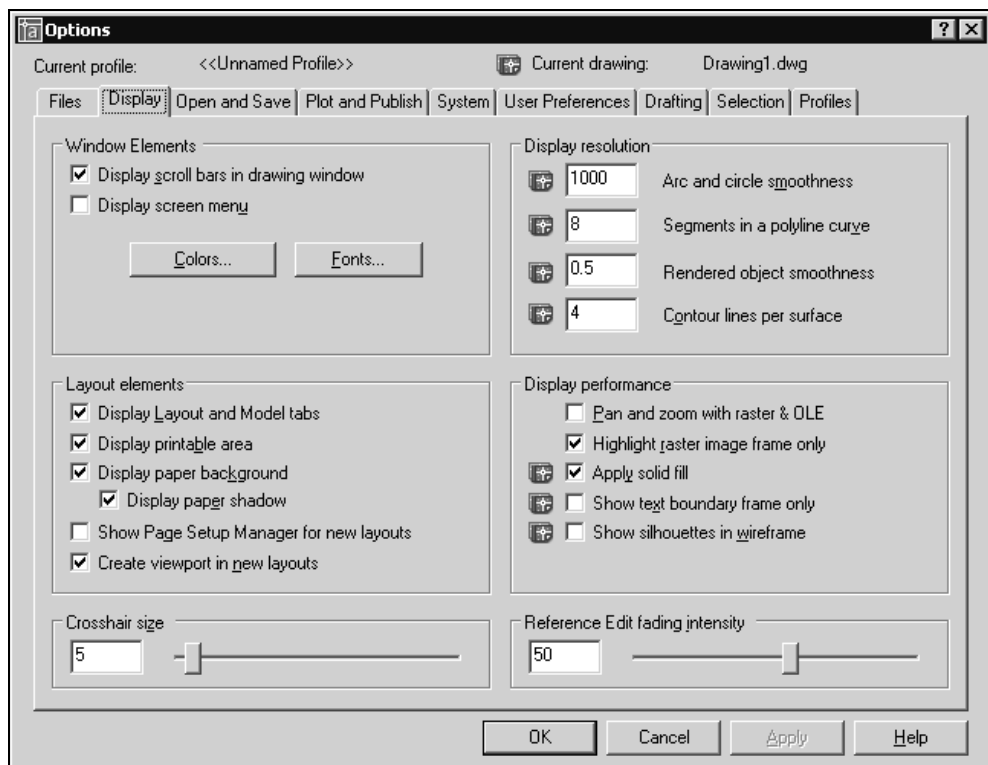
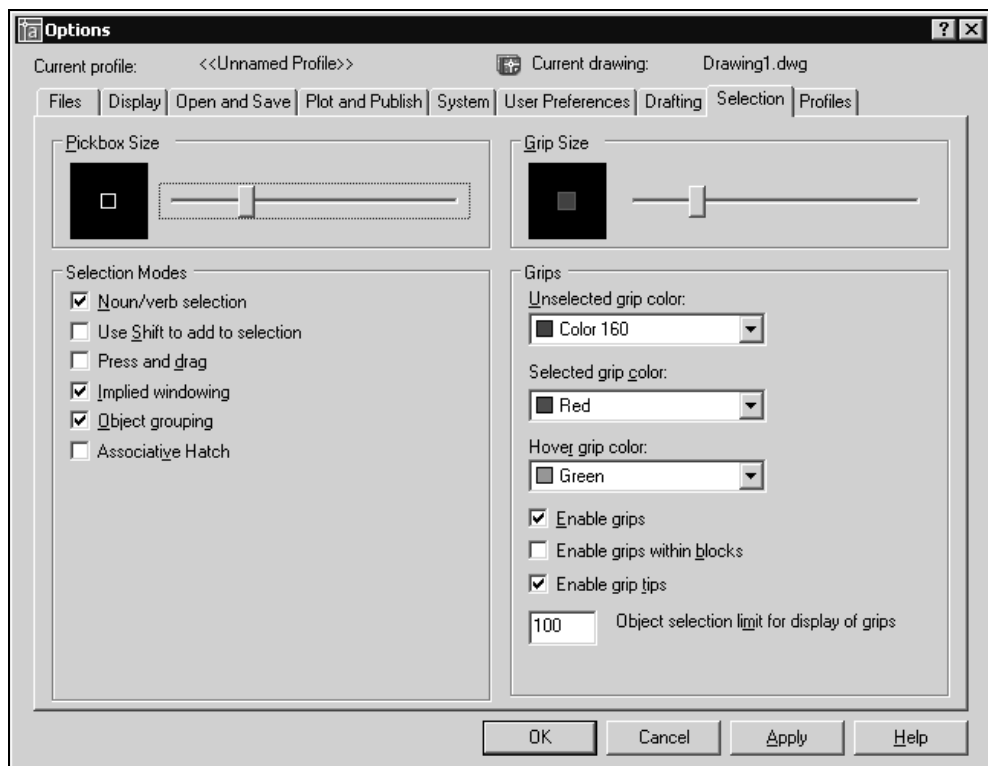

Рис. 2.11. Вкладка **Display** диалогового окна **Options**
Рис. 2.13. Настройка размера прямоугольного прицела
Внешний вид графического окна интерфейса программы при работе в пространстве листа и в пространстве модели можно настроить на вкладке **Display** (Экран) (рис. 2.11) диалогового окна **Options** (Настройка), которое вызывается из меню командой **Tools | Options** (Сервис | Настройка). Вкладка имеет шесть панелей, из которых рассмотрим только верхнюю — **Window Elements** (Элементы окна) и нижнюю — **Crosshair size** (Размер перекрестья) панели в левой части окна.
В рабочей части диалогового окна программы выводится прицел курсора в виде прямоугольника с двумя пересекающимися линиями. Размер этих линий в процентах относительно размеров окна изменяется перемещением движка на панели **Crosshair size** (Размер перекрестья) (см. рис. 2.11). В месте пересечения линий курсора находится прямоугольный прицел, размер которого настраивается на вкладке **Selection** (Выбор) диалогового окна **Options** (Настройка) (рис. 2.13).
2. В появившемся диалоговом окне выберите вкладку **Display** (Экран) (см. рис. 2.11).